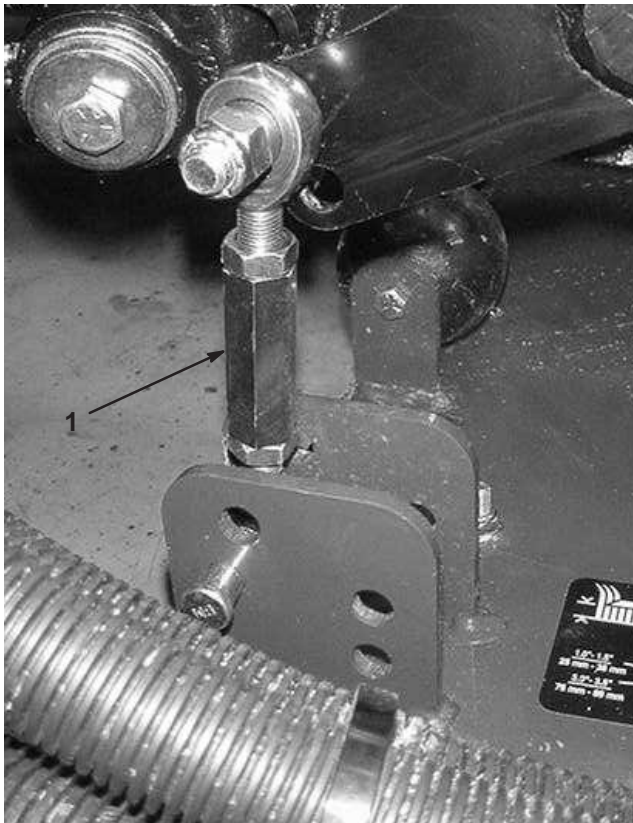
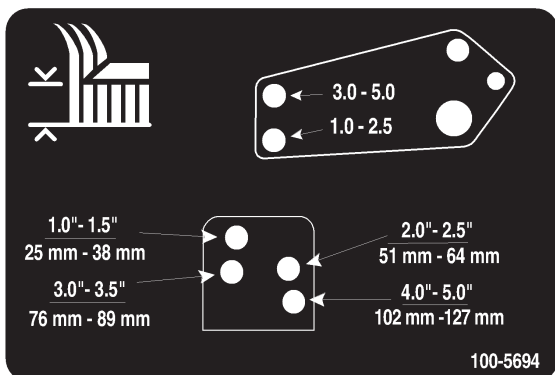

Bild 18
Bild 19
- Entfernen Sie die Splinte und Lastösenbolzen, mit denen die Stoßdämpferverbindungen an den Schneidwerkbügeln befestigt sind (Bild 18). Fluchten Sie die Stoßdämpferverbindungs Löcher mit den ausgewählten Löchern im Schnitthöheneinstellbügel am Schneidwerkrahmen ab (Bild 19), stecken die Lastösenbolzen ein und bringen die Splinte an.